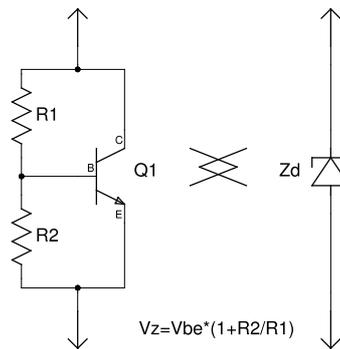

Figura 9.13: Diodo zener sintético
- Diodo de tensión variable (figura 9.13): este circuito se comporta como un diodo zener con una tensión de avalancha que no depende de su construcción como aquellos, sino del cociente entre dos resistencias. Basta sustituir alguna de las resistencias por un potenciómetro para lograr el deseado ajuste. Esta técnica es muy usada.